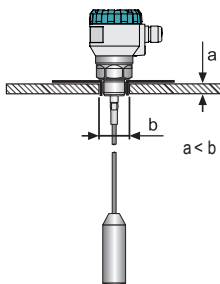

Abb. 8: Installation des Füllstandsmessers im Dach eines Betonsilos
- Bei der Füllstandsmessereinrichtung im Dach eines Betonsilos muss die Öffnung b für die Anbringung des Füllstandsmessers größer sein als die Betondicke a , siehe Abb. 8.